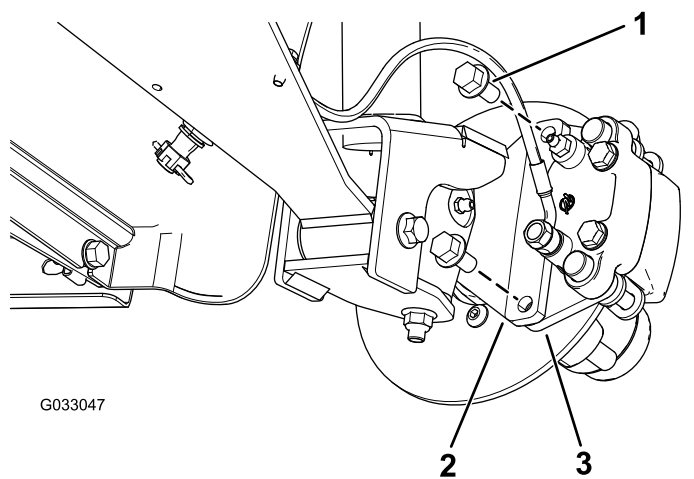
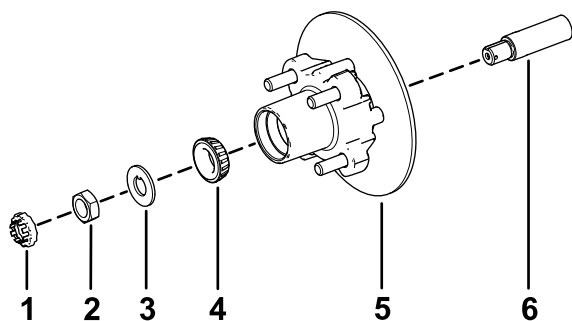

Figura 30
Figura 34
3. Retire os parafusos de cabeça flangeada ($\frac{3}{8}$ x $\frac{3}{4}$ pol.) que prendem o suporte para o conjunto dos travões ao eixo e afaste o travão do eixo (Figura 30).
1. Aplique uma leve camada do lubrificante especificado no eixo (Figura 34).
2. Monte o cubo e o rotor no eixo com o rotor interior (Figura 34).
3. Monte o rolamento exterior no eixo e coloque o rolamento na correia exterior (Figura 34).
4. Monte a anilha com patilha no eixo (Figura 34).
5. Enrosque a porca do eixo no eixo e aperte a porca com 15 N·m, enquanto roda o cubo para assentar o rolamento (Figura 34).
2. Alinhe as pastilhas dos travões com cada lado do rotor (Figura 30) e os orifícios no suporte da pinça com os orifícios na montagem dos travões da estrutura do eixo (Figura 34).
3. Prenda o suporte da pinça à estrutura do eixo (Figura 30) utilizando os dois parafusos de cabeça flangeada ($\frac{3}{8} \times \frac{3}{4}$ pol.).